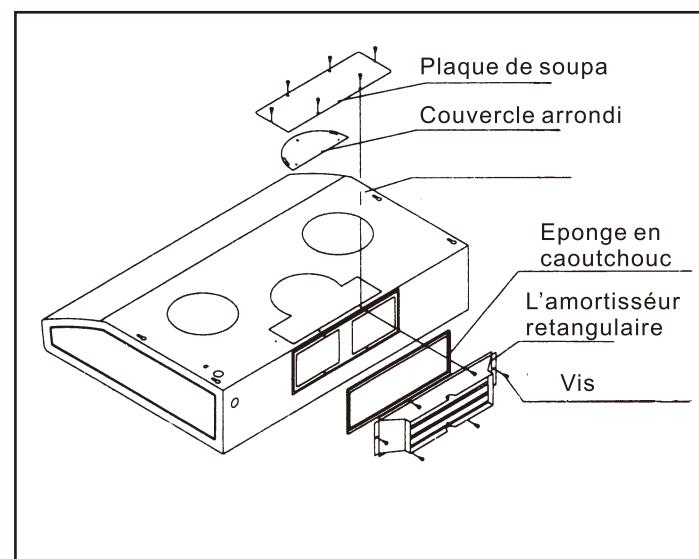
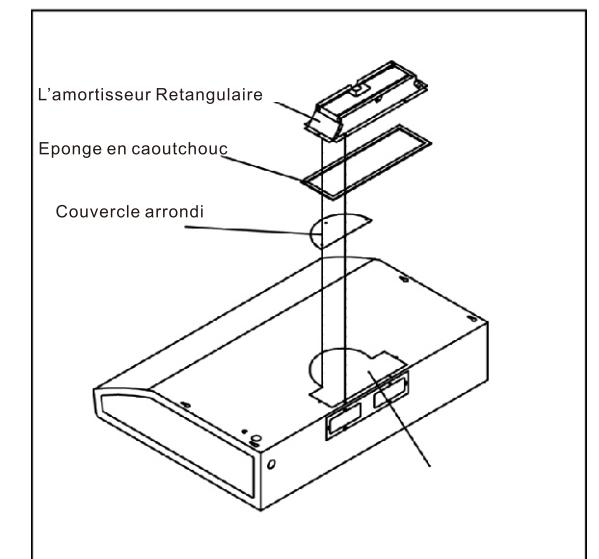

Fig.5
Fig.4
(2) Pour la prise d'air rectangulaire en haut, s'il vous plaît:
- Placer l'amortisseur rectangulaire au haut avec les vis 5/16" L x 5/32" D. (Fig. 4)
(3) Pour la prise d'air rectangulaire en arrière, s'il vous plaît:
- Placer l'amortisseur rectangulaire avec les vis 5/16" L x 5/32" D. (Fig. 5)